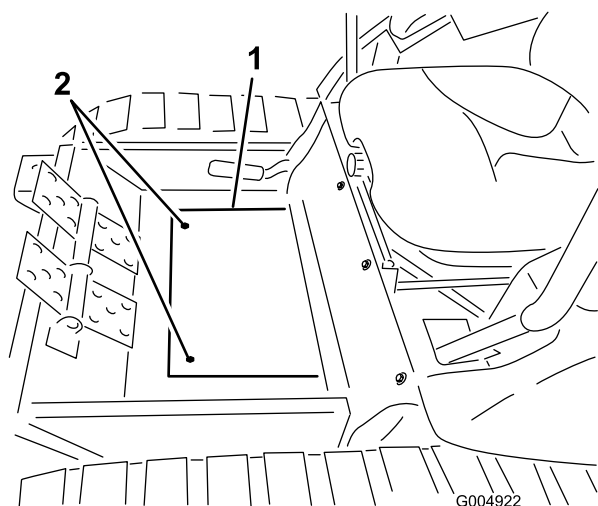

Figure 34
25. Fixez la plaque couvercle de plancher du cadre d'hiver au plancher au moyen des vis retirées précédemment (Figure 34).